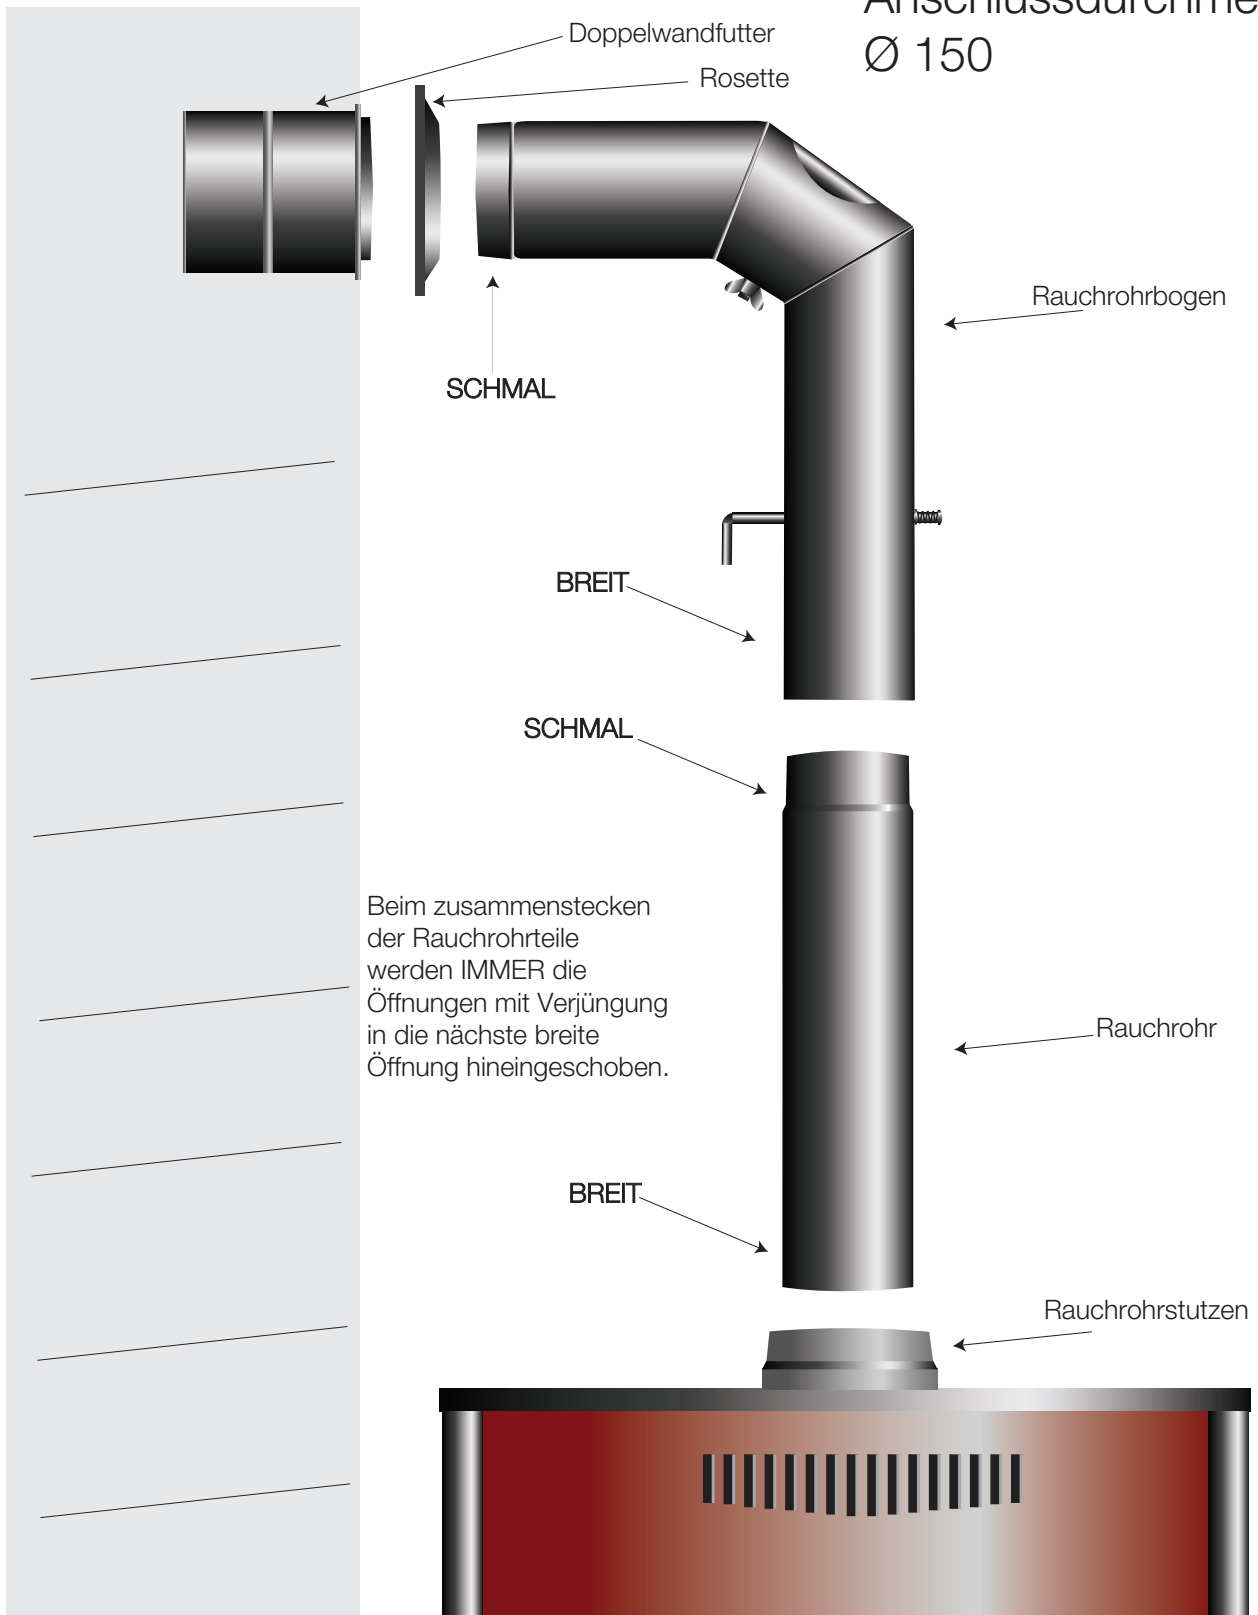

Abbildung 3 Rauchrohranschluss
4. Abbildung 3 Anschluss des Kaminofens an den Schornstein	Seite 6